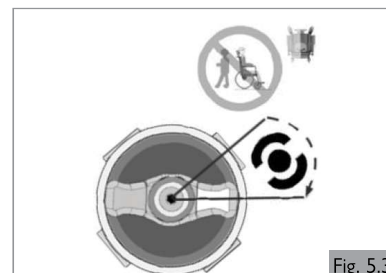
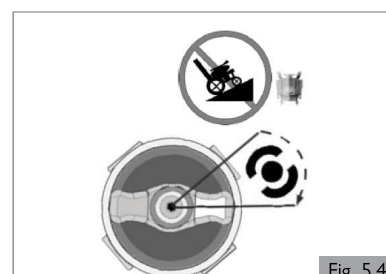

Fig. 5.3
Fig. 5.4
2. Para desengranar los motores (Fig. 5.3 y Fig.5.4).